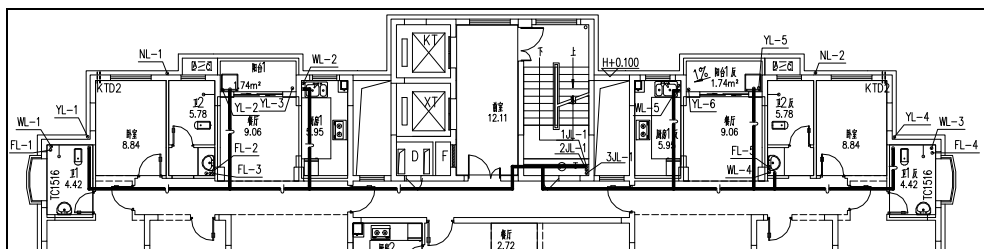

图 13-28 北向给水排水图形绘制
**06** 住宅楼北向给水排水图形绘制完成的结果如图 13-28 所示。